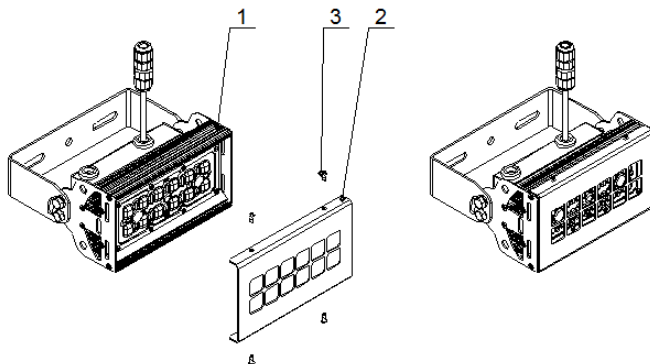

Рисунок 6. Схема установки накладки защитной
5.5. При установке светильника линзой вверх рекомендуется установить накладку защитную (в комплект поставки не входит). Накладку можно использовать для светильников с углами раскрытия 15, 30 и 60°. Накладка защитная (поз. 2, рис.6) крепится винтами (поз. 3, рис.6) к светильнику (поз. 1, рис.6).